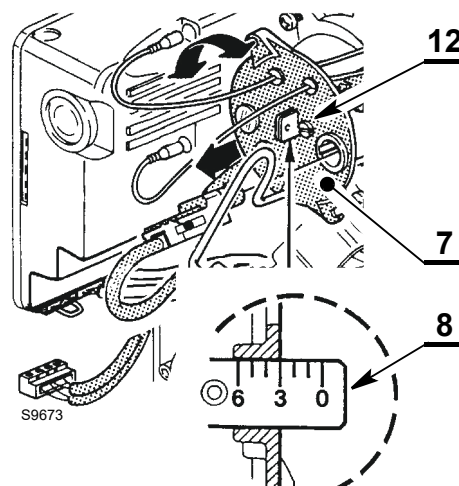

Fig. 9
- girar en sentido horario o antihorario el tornillo de regulación 12)(Fig. 9) hasta que la muesca de la brida de regulación 8)(Fig. 9) coincida con el plano exterior del conjunto porta-boquilla 7)(Fig. 9).
- En el esquema el cabezal está ajustado para un caudal de 0,85 GPH a 15 bar. La brida de regulación 8)(Fig. 9) está calibrada en la muesca 3 y coincide con el plano exterior del conjunto porta-boquilla 7)(Fig. 9) como se indica en la Tab. G pág. 21.